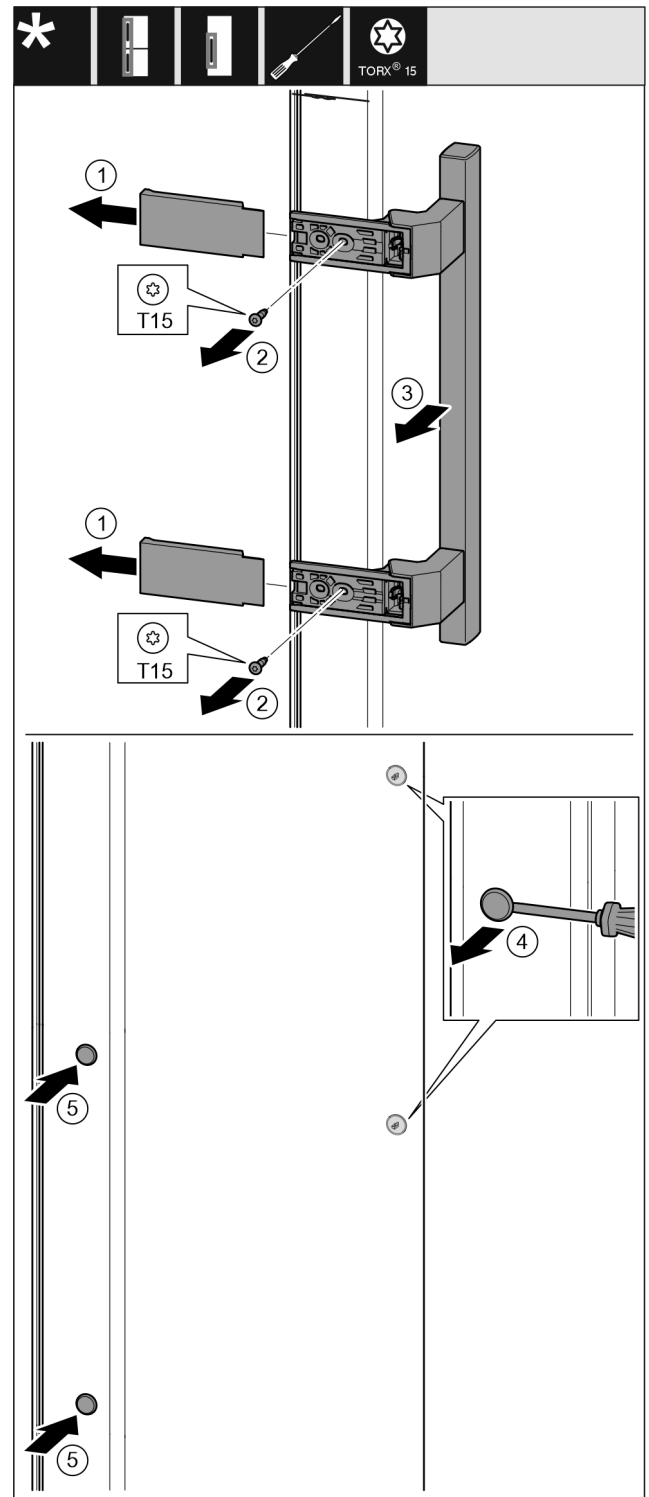

Fig. 17
- ▶ Снимите крышку. Fig. 17 (1)
- ▶ Выкрутите винты отверткой Torx 15. Fig. 17 (2)
- ▶ Снимите ручку. Fig. 17 (3)
- ▶ Осторожно поднимите шлицевой отверткой боковые заглушки и извлеките их. Fig. 17 (4)
- ▶ Снова вставьте заглушки с другой стороны. Fig. 17 (5)